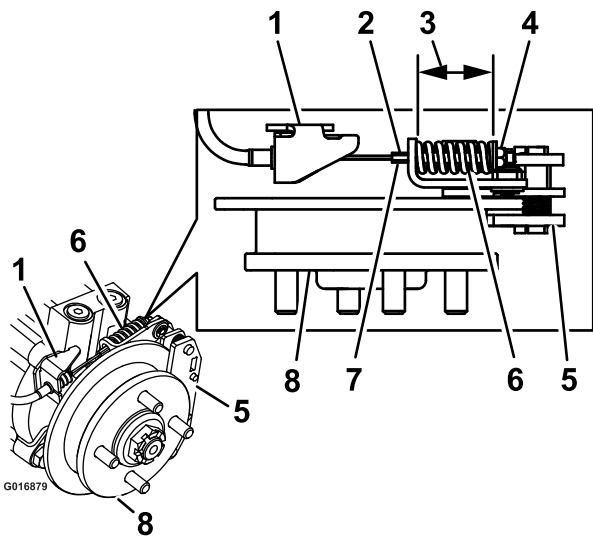

Figura 78
9. Sujete el extremo de la varilla roscada con una herramienta y ajuste la contratuerca hasta que el muelle mida de 1-1/2 a 1-9/16 pulgada (3,8 a 4,0 cm) (Figura 78). No deje que el cable gire mientras se aflojan las tuercas.